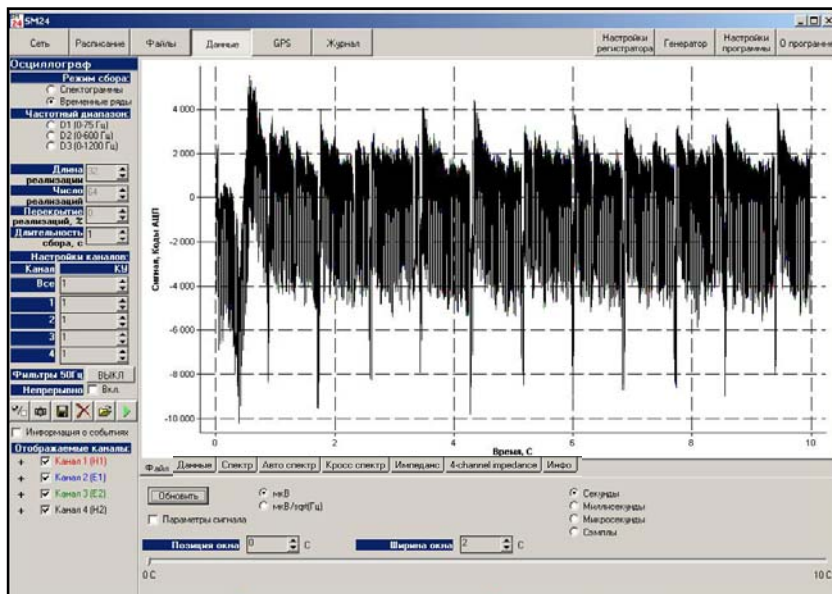

Рисунок 8.7
- Вкладка **Файл** (рисунок 8.7) выводит в графическом виде временной ряд в полном объеме. Вкладка доступна, если при установке настроек введена опция **«Показывать весь файл»** (см. п.п. 8.8).
Для просмотра информации о полном объеме файла данных войти на вкладку «Файл» (рисунок 8.7). Вкладка **Файл** модуля **Данные** предназначена для просмотра ранее собранных и хранящихся в памяти host PC данных. С помощью кнопки  открыть нужный файл из каталога. После загрузки появится сообщение об имени файла, количестве временных рядов, содержащихся в нем и данные о каналах сбора.